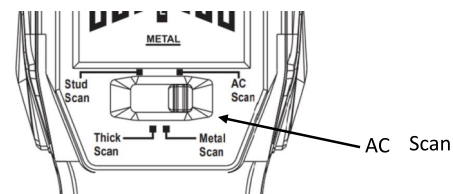

图8
① 选择探测模式，将模式开关拨动到第四个档位为带电探测AC Scan（图8）。